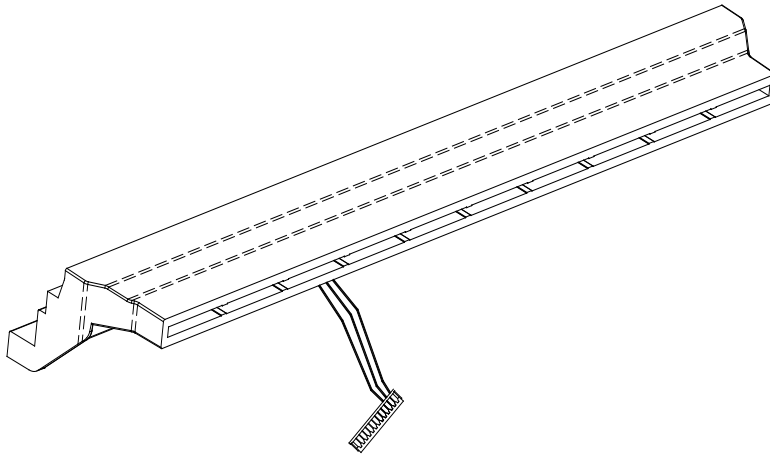
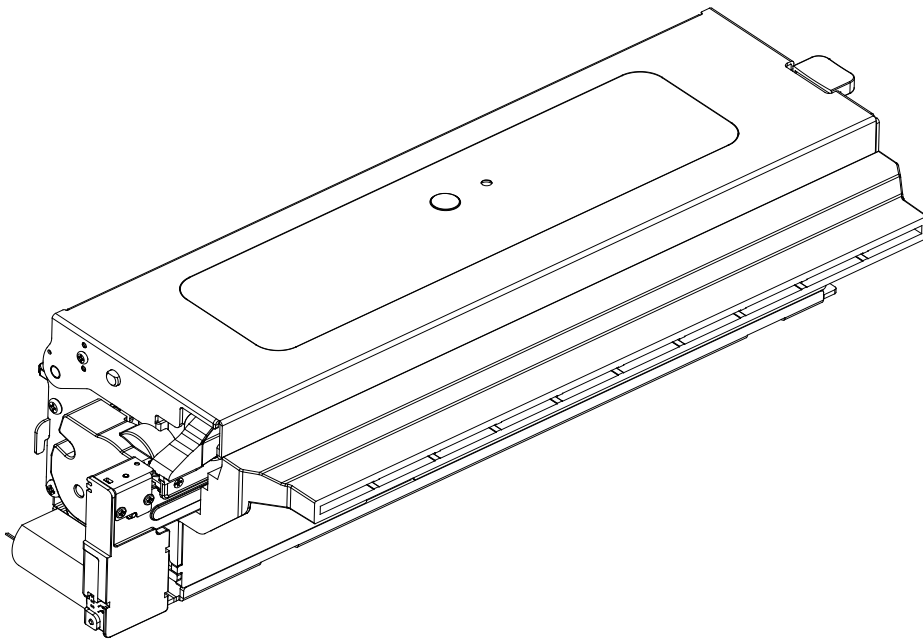

图 2-4-1 出纸嘴组件
图 2-4-2 选装出纸嘴
- 8 寸打印机芯模块化设计，可选装出纸嘴组件，如下图 2-4-1；出纸嘴的设计可满足不同卷曲程度的纸张正常出纸，防止打印中的纸张被人为拖拽造成设
- 出纸嘴组件尺寸：88.4(L) X 246 (W) X 34(H) mm。（图 2-4-1）
- 整机产品尺寸：119.9(L) X 265 (W) X 78(H) mm。（图 2-4-2）
- 8 寸打印机芯模块化设计，可选装容纸模块；如下图 2-4-1，图 2-4-2；
- 容纸模块尺寸：130(L) X 287 (W) X 76(H) mm。
- 整机产品尺寸：172(L) X 290 (W) X 78(H) mm。
8 寸打印机使用串口 RS232 接口（DB9 公头）如图 2-4-2 所示：